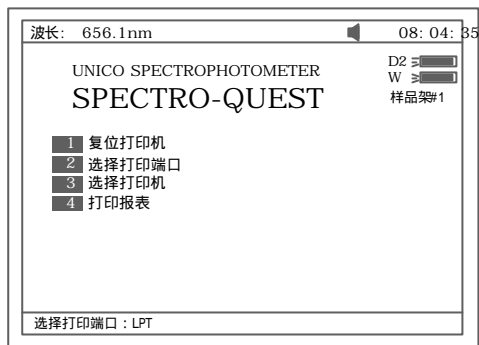

图 76
- 图 75 中按【2】键选择打印口。有并口和串口两个选择。图 76 示。